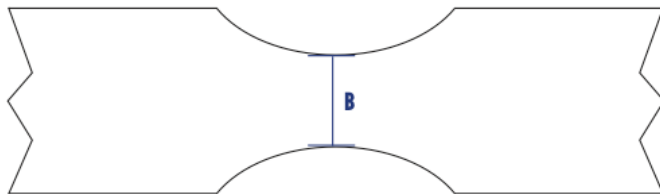

Abbildung 10
1. Prüfung der Flanschbreite und Tragfähigkeit gemäß der Angaben auf dem Typenschild (7)
2. Durch Drehen der Spindel (3) gegen den Uhrzeigersinn werden die Klemmbacken (11) der Trägerklammer so weit geöffnet, bis diese auf den Trägerflansch aufgesetzt werden kann.
3. Durch Drehen der Spindel (3) im Uhrzeigersinn werden die Klemmbacken (11) geschlossen und umfassen den Träger an den Auflagern (10).
4. Gegen unbeabsichtigtes Lösen bzw. Öffnen der Trägerklammer wird die Sicherungsschraube (12) angezogen (Innensechskantschlüssel). Dadurch wird die Spindel (2) arretiert.
5. Den Anschlagpunkt der Trägerklammer bildet der Lastbolzen(8). Die Last wird immer mittig in dem verjüngten Teil B (Abbildung 10) des Lastbolzen (8) eingebracht.